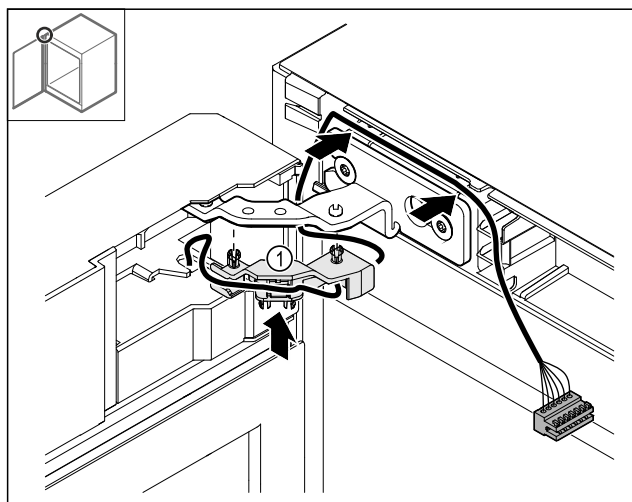

Fig. 41
- ▶ Zatlačte držák kabelu Fig. 41 (1) do závěsu.